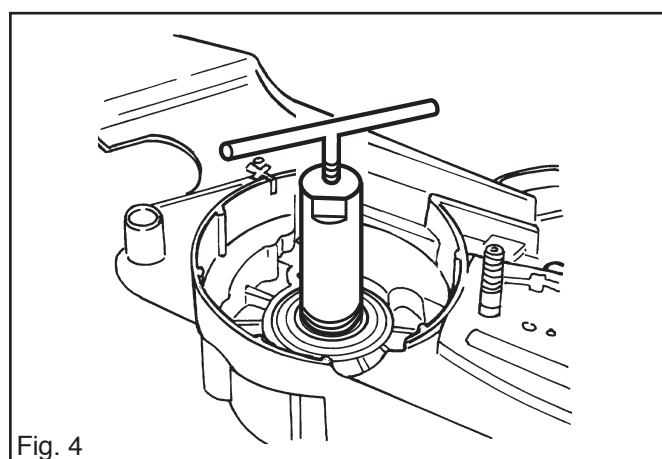

Fig. 4
7. Si besoin est, retirer les bagues d'étanchéité. Utiliser les outils 502 50 55-01 et 504 91 40-01. Voir fig. 4.